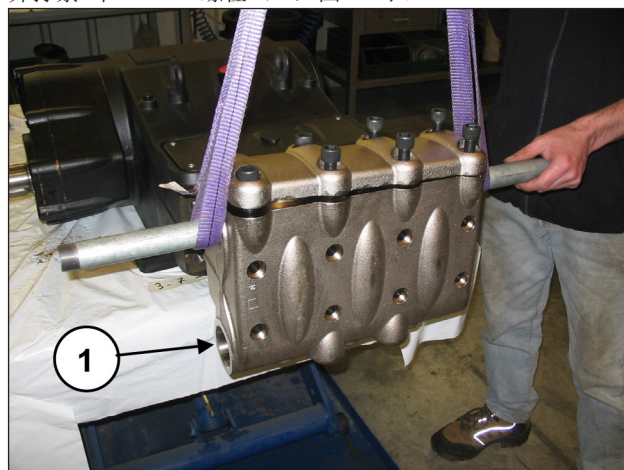
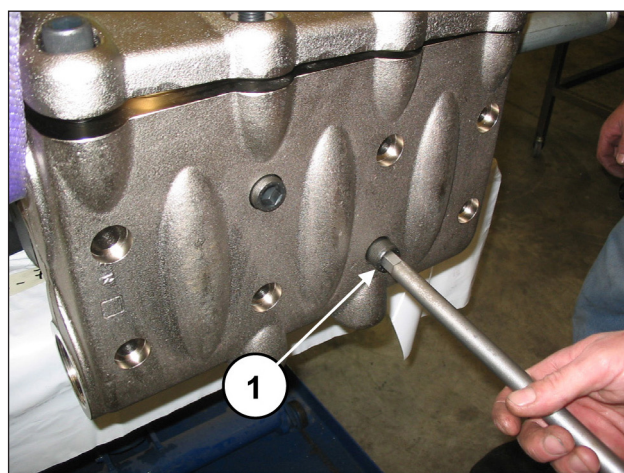

图 117
图 118
将泵头安装在泵壳上 (①, 图 117), 注意不要碰撞柱塞, 并拧紧8个M16x180螺栓 (①, 图 118)。
拧紧8个M16x180螺栓, 先从4个内螺栓交叉开始 (见 图 117), 然后继续交叉拧紧4个外螺栓。